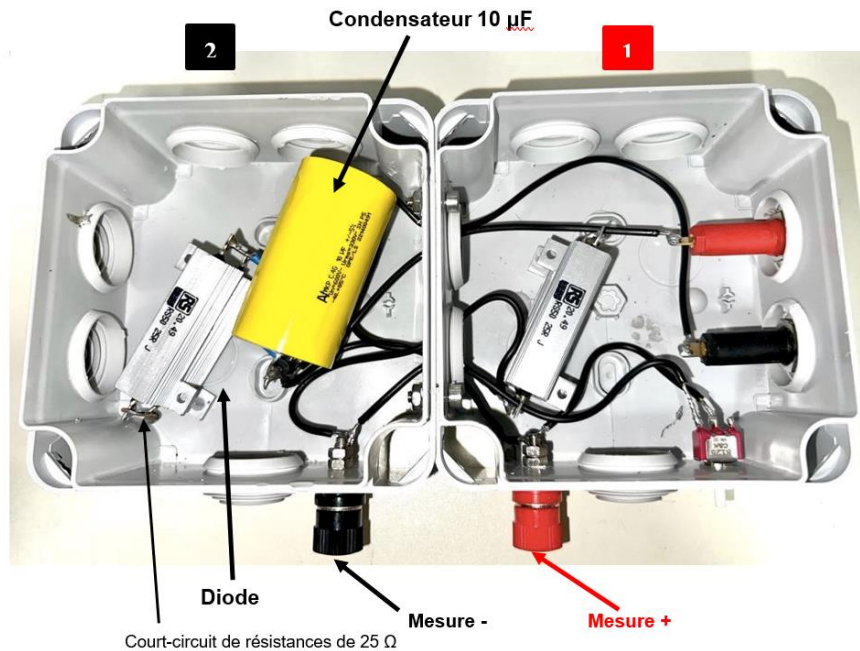

Figure 4 : Schéma de la troisième partie de la réalisation du testeur
Pour réaliser l'étape 3, se référer au schéma du circuit électrique du testeur en figure 1 et figure 4.
- Relier la borne de mesure + à la diode et la borne de mesure - sur la résistance de 25 Ω du boîtier 1. (Voir figure 4)